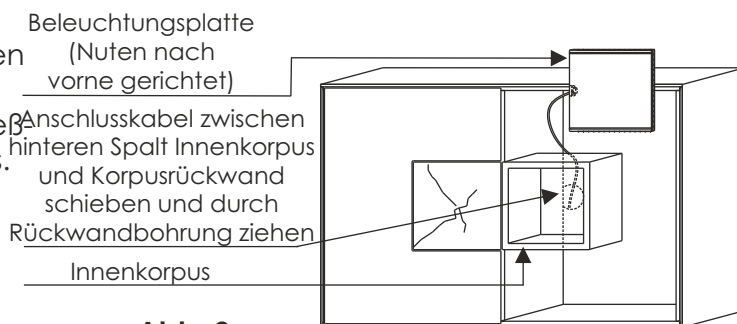

Abb. 2
3. Halten Sie die Beleuchtungsplatte (mit den Nuten nach vorne gerichtet) über den Innenkorpus. Schieben Sie das Anschlusskabel von oben zwischen den Spalt von Innenkorpus und Rückwand und ziehen das Kabel anschließend durch die Rückwandbohrung heraus. (Abb. 2)